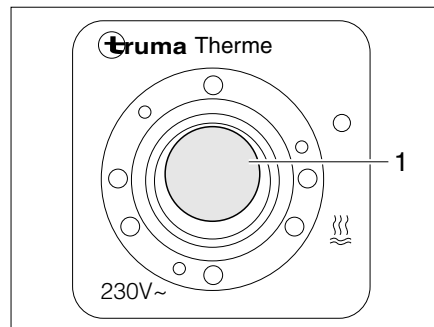

Bild 124 Bedienschalter für Therme
Mit dem Bedienschalter (Bild 124) wird die elektrische Betriebsart eingeschaltet. Die Kontroll-Leuchte (Bild 124,1) im Schalter muss leuchten.
- Bedienschalter (Bild 124) einschalten. Kontroll-Leuchte (Bild 124,1) im Schalter leuchtet.
- Bedienschalter (Bild 124) ausschalten. Kontroll-Leuchte (Bild 124,1) im Schalter erlischt.
- Bedienschalter (Bild 124) ausschalten. Kontroll-Leuchte (Bild 124,1) im Schalter leuchtet nicht.